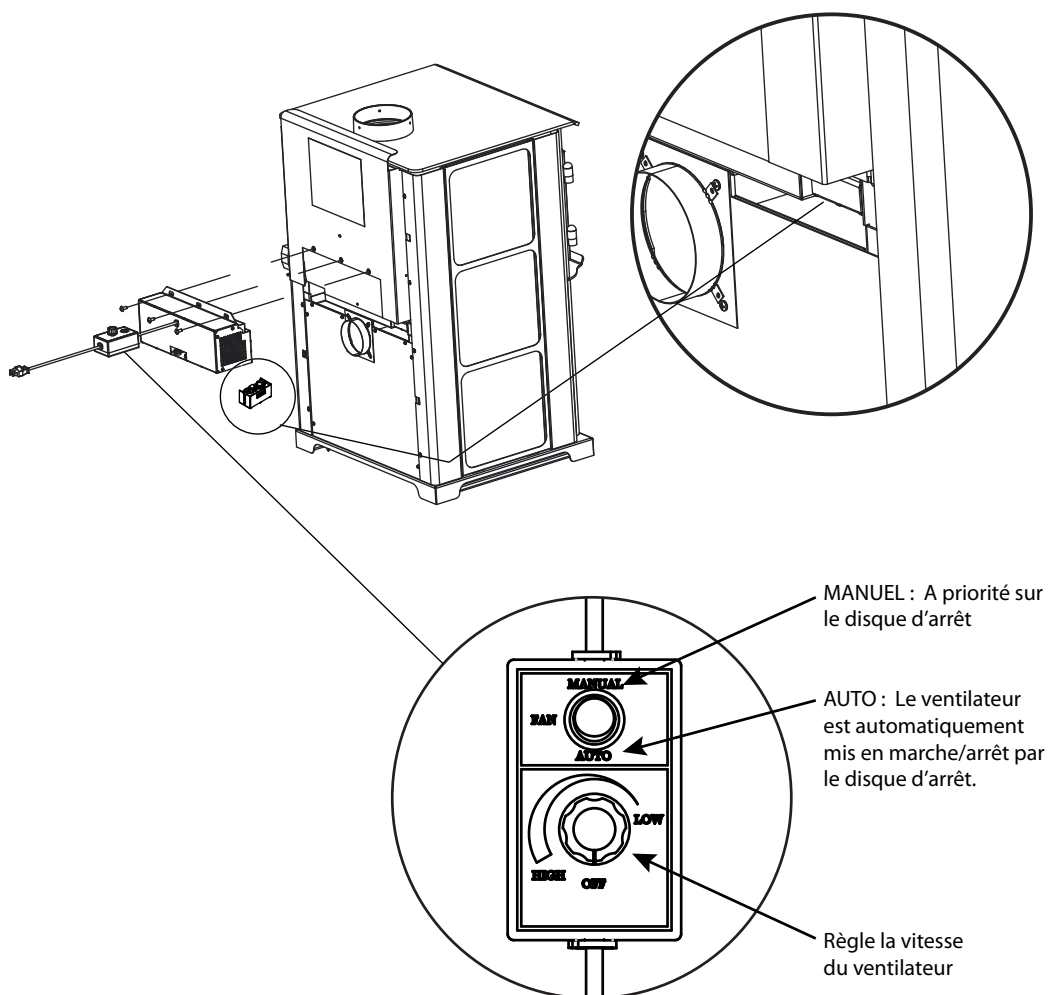

Figure 18.2
2. Alignez les trous de la bride de montage du ventilateur avec les trous sur l'appareil. Le ventilateur doit être placé sur le côté inférieur arrière du revêtement extérieur, comme illustré à la **figure 18.2**.